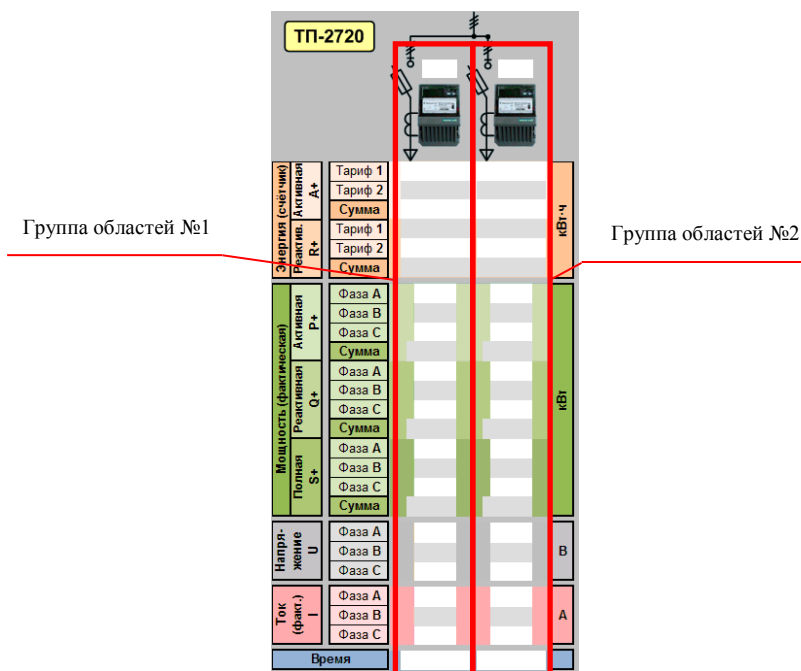

Рис. 4.56 – Целевая мнемосхема
3) на одной мнемосхеме (**целевой мнемосхеме**) (например, таблице или карте) расположены сгруппированные области размещения для этих наборов параметров (рис. 4.56);